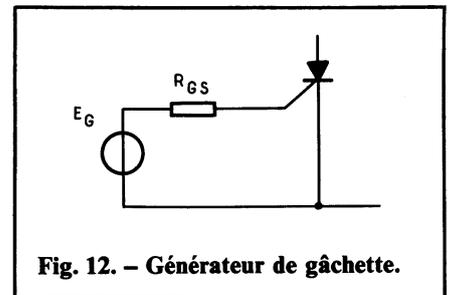
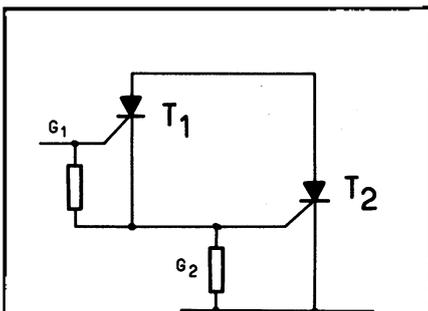

Fig. 12. - Générateur de gâchette.
Fig. 13. - Darlistor - Schéma de principe. Le thyristor d'amorçage auxiliaire T_1 , intégré sur la pastille du thyristor principal.
Si l'on fait croître lentement le courant de gâchette, on remarque que le thyristor fonctionne d'abord en « transistor » puis il bascule. Lorsque le thyristor commute de la puissance, il est indispensable que la mise en conduction par la gâchette se fasse le plus rapidement possible pour éviter une détérioration par point chaud. Autrement dit, pour qu'un thyristor résiste à une variation rapide di/dt du courant d'anode au moment de l'amorçage, il faut l'amorcer vite (le temps de montée t_{GR} de l'impulsion de courant gâchette doit être faible) et très fort (l'amplitude du courant de gâchette doit être élevée). Dans ce cas, la tension d'amorçage en régime transistor peut être bien plus élevée que la valeur statique V_{GT} définie précédemment. On peut choisir pour E_G (figure 12) une valeur voisine de 20 V.
- Au moment de l'amorçage, le thyristor T_1 (figure 13) conduit d'abord et injecte un courant élevé dans la gâchette G_2 du thyristor principal T_2 . Le potentiel de cathode du thyristor auxiliaire T_1 augmente (et donc celui de sa gâchette) pendant la mise en conduction et du courant peut être réinjecté dans le circuit de commande par G. Il est donc souhaitable d'amorcer le Darlistor à partir d'une tension E_G (figure 12) suffisamment élevée pour éviter des perturbations.